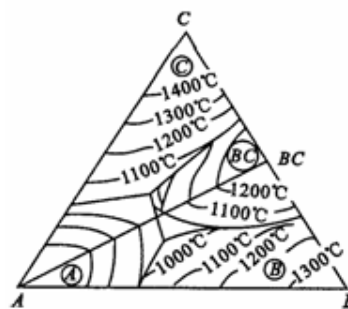

图6-16
6-28图6-16是生成一致熔融二元化合物 (BC) 的三元系统投影图。设有组成为35% A 、35% B 、30% C 的熔体，试确定其在图中的位置。冷却时该熔体在何温度下开始析出晶体？